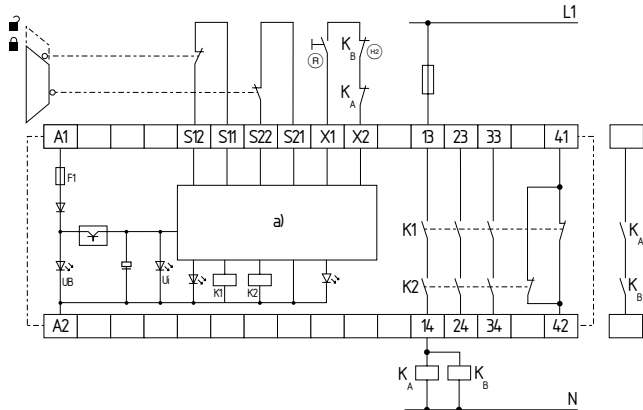

Fig. 2
L'exemple illustre un câblage à deux canaux d'une surveillance de protecteur avec deux interrupteurs de position, dont un à contact à manoeuvre positive d'ouverture; avec interrupteur de réarmement externe (R) (voir Fig. 2)